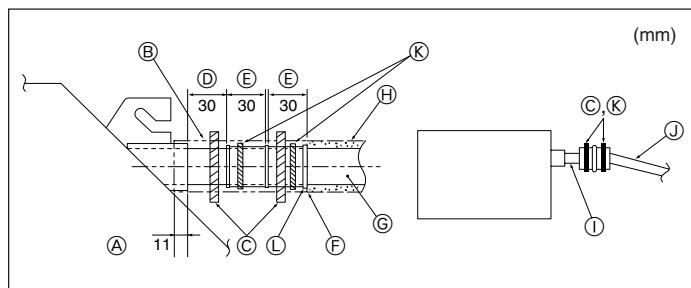

Fig. 3-5
- ⑦ PVC BUIS met een buitendiameter van ø32
- ⑧ Maak de bocht zo groot mogelijk
- ⑨ Binnenapparaat
- ⑩ Gebruik dikker leidingen voor gegroepeerd leidingwerk.
- ⑪ Naar beneden lopend verval (1/100 of meer)
- ⑫ PVC BUIS met een buitendiameter van ø38 voor gegroepeerd leidingwerk. (met tenminste 9 mm isolatie erop)
- ⑬ Tot 500 mm
1. Sluit de aftapbus (meegeleverd met het apparaat) aan op de afvoeropening. (Fig. 3-5)